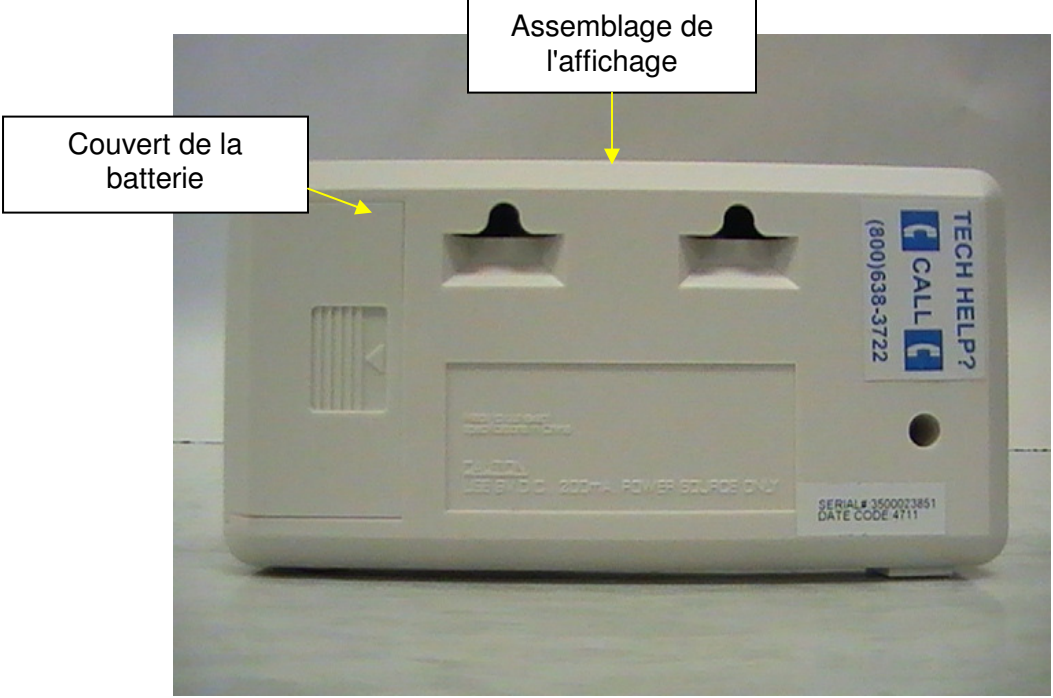

Figure 5
2. Enlevez le couvert à batteries sur le côté du module de l'écran en glissant le couvert de la batterie (voir figure 5 à la page 13).
2. Placez la batterie dans le support à batterie (voir figure 5 à la page 13).